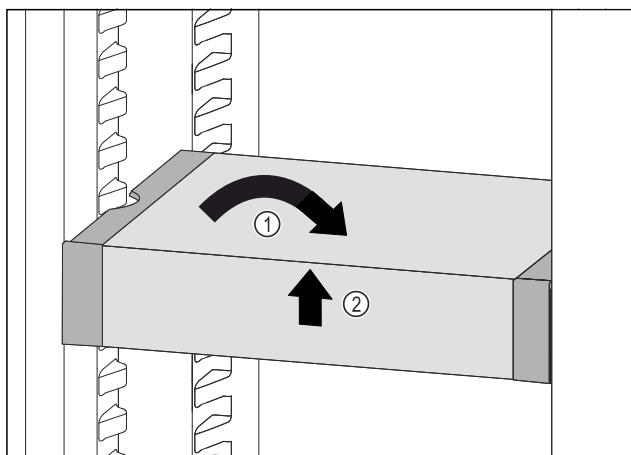

Fig. 32
- Вирівняти VarioSafe. Fig. 32 (1)
- Підняти VarioSafe спереду. Fig. 32 (2)